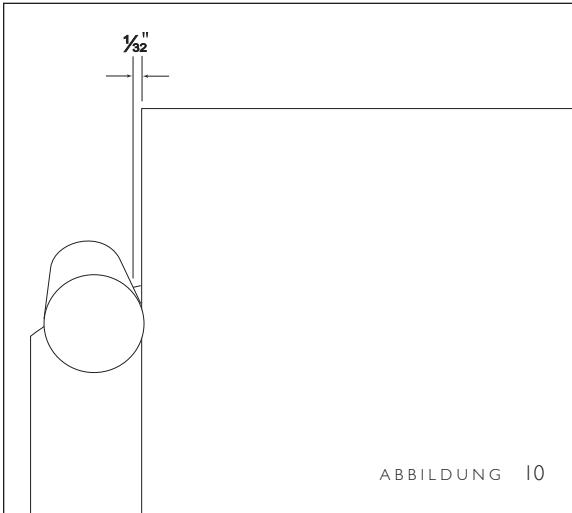

ABBILDUNG 10
2. Den Papieranschlag so einrichten, dass er ca. 1 mm vom linken Papierrand entfernt ist (Abb. 10).